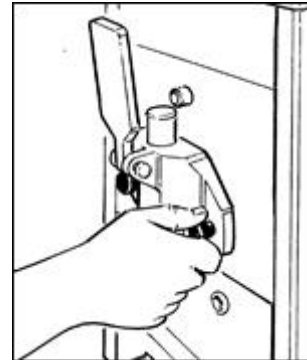
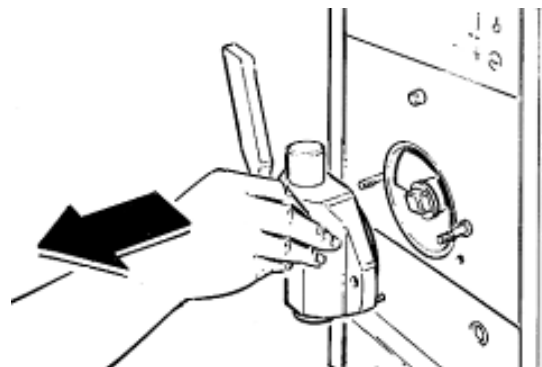

Fig. 7
Fig. 8
- Svitare le manopole di sicurezza e rimuovere la flangia anteriore (Fig. 7 e Fig. 8).